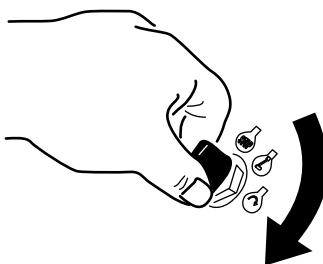

Figura 11
- Gire la llave de contacto a la posición de ARRANQUE (Figura 11).